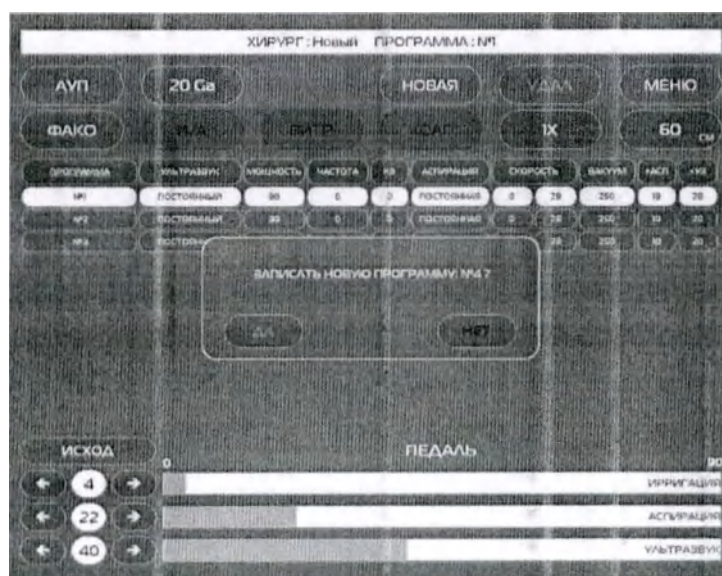

Рис.14.46 – Панель записи новой программы.
- появится панель (Рис. 14.46) с запросом о записи новой программы;